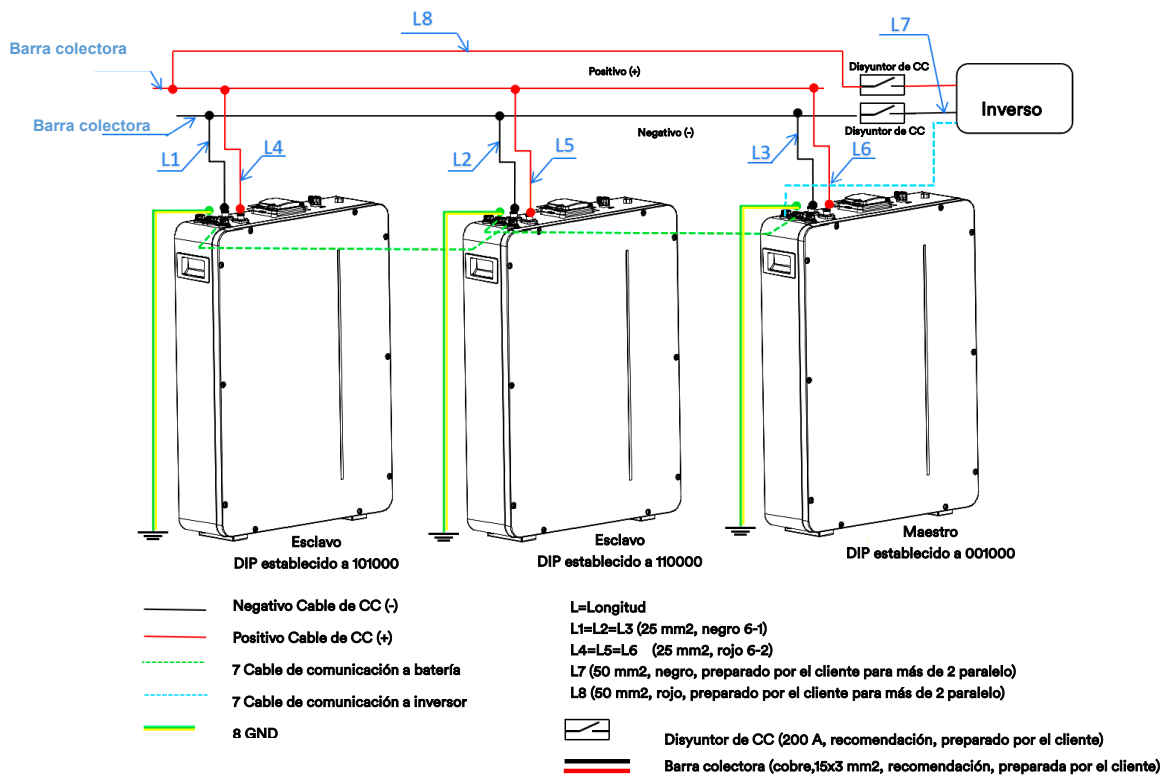

Fig. 5.1.1 Conexión de conjuntos múltiples
Utiliza un destornillador para fijar el terminal del cable de tierra ⑧ al punto de tierra de la batería, consulta la fig. 5.1.1.
Conecta el cable de alimentación al conector correspondiente, consulta la fig. 5.1.1